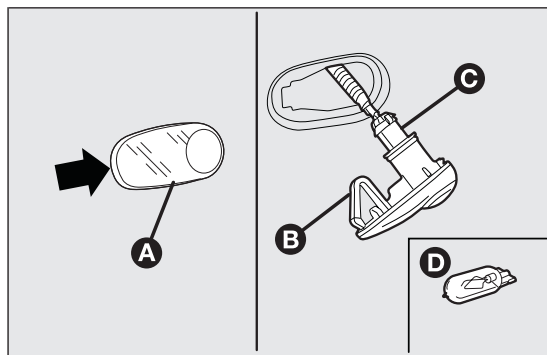

fig. 144
- ☐ agir sur le transparent A fig. 144 afin de comprimer le ressort interne B, puis désolidariser le groupe vers l'extérieur ;